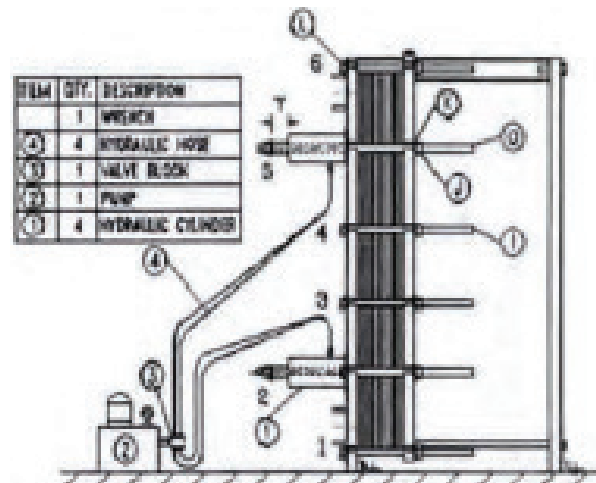

Figure 4.2 L'ouverture hydraulique de Flo Fab
- En faisant référence à la figure 4.2 desserrer les écrous des tirants aux positions 2 et 5 jusqu'à une distance qui correspond à la longueur de l'ouverture des cylindres hydrauliques.